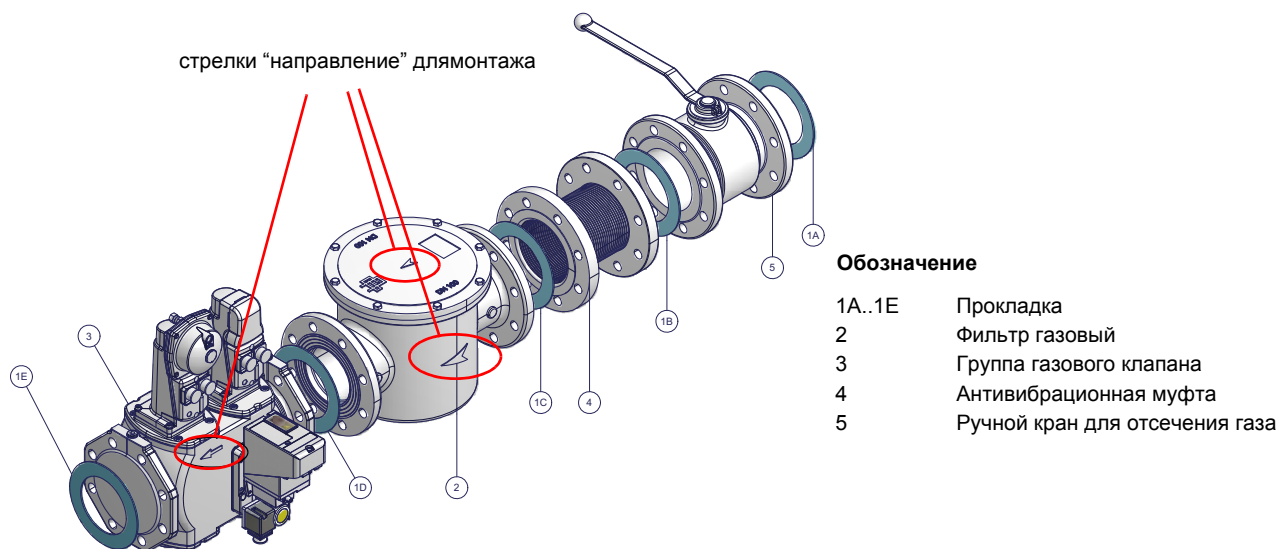

Рис. 2 - Пример газовой ramпы
- 1 - б) при фланцевых соединениях: между соседними компонентами устанавливать прокладку (1A..1E - Рис. 2), совместимую с используемым газом,
ВНИМАНИЕ: после монтажа газовой ramпы согласно схеме на Рис. 2, необходимо провести тестирование на герметичность газового контура, согласно требований действующих нормативов.
ВНИМАНИЕ: после монтажа газовой рампы согласно схеме на Рис. 2, необходимо провести тестирование на герметичность газового контура, согласно требований действующих нормативов.
- 1 - б) при фланцевых соединениях: между соседними компонентами устанавливать прокладку (1А..1Е - Рис. 2), совместимую с используемым газом,